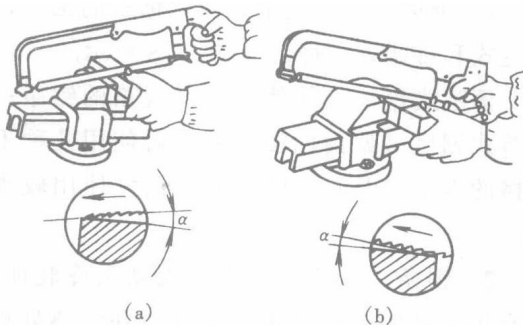

图 1-12 起锯方法
6) 起锯方法。起锯方法有远边起锯和近边起锯两种，如图 1-12 所示。起锯的角度要小（约为 15° ），否则锯齿易卡住工件棱角而折断。起锯时，左手拇指靠住锯条，右手稳推（拉）手柄，行程要短，压力要小，